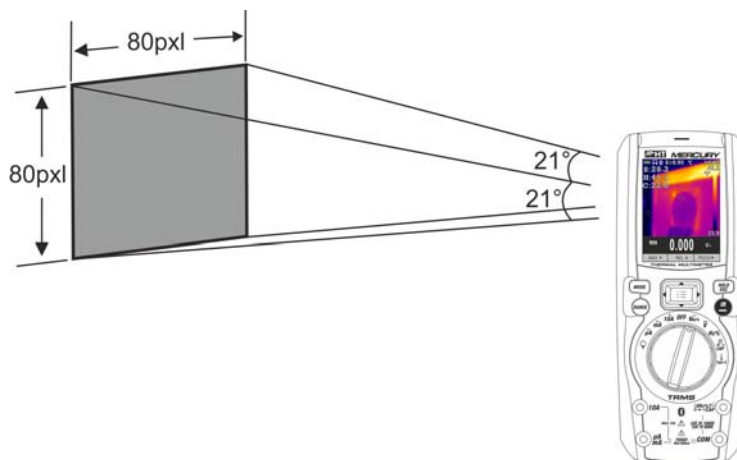

Fig. 39: Rappresentazione del campo visivo (FOV) dello strumento MERCURY
7. Per misure accurate di temperatura assicurarsi che la superficie dell'oggetto in prova sia sempre maggiore della superficie effettivamente misurabile dallo strumento espressa dal suo campo visivo (FOV = Field Of View). Lo strumento MERCURY ha un campo visivo pari a $21^\circ \times 21^\circ$ e un vettore di rilevazione di 80×80 (6400) pxl come mostrato in Fig. 39